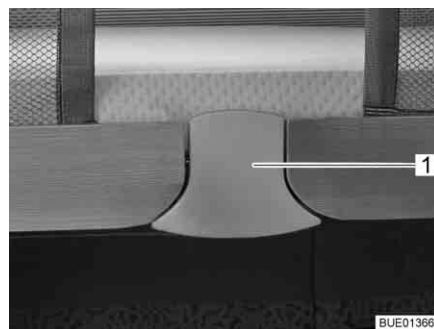
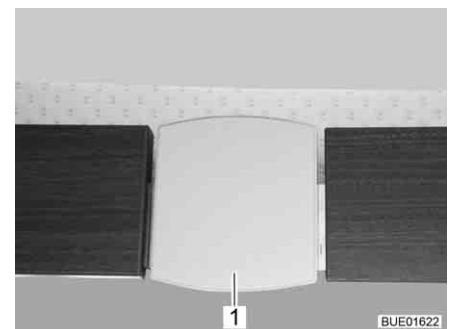

Fig. 134 Sbloccaggio (Elegance)
Fig. 135 Sbloccaggio (Viseo)
- Estrarre la placca di sbloccaggio (Fig. 134,1 o Fig. 135,1) tirandola verso il basso. Il bloccaggio viene sbloccato.